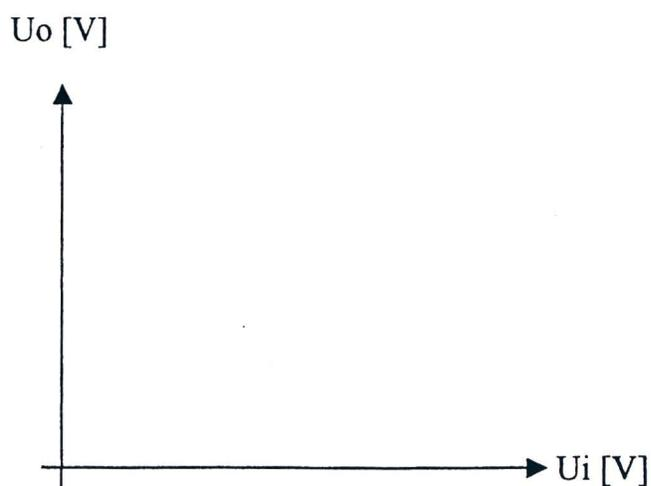

Fig. 10.4
16. Trazar en la Fig. 10.4 el gráfico del voltaje de salida en función del voltaje de entrada  $U_o = f(U_i)$ ;